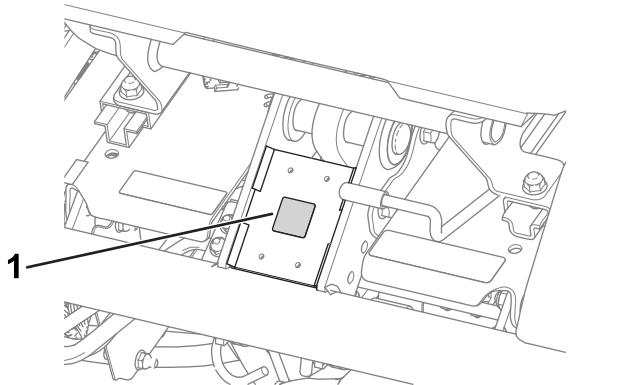

Figure 10
- Apposez l'autocollant de sécurité CE sur le cadre, sous l'avant du siège (Figure 10).